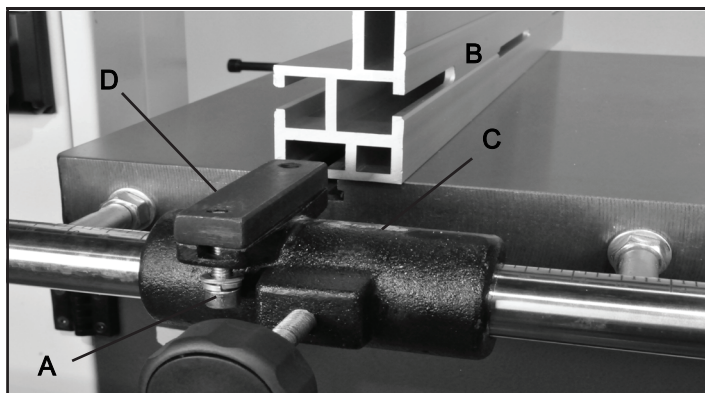

FIGURE 35
1. Desserrer les deux vis à tête hexagonale (A, Fig. 35) tenir la clôture Rip (B, Fig. 35) au transporteur de clôture (C, Fig. 35) . Faites glisser la clôture pour le retirer du bloc coulissant du transporteur (D, Fig. 35) .
3. Desserrer les deux vis hexagonaux (# 10F, Fig. 35, A) qui maintiennent le guide parallèle (# 1F) sur le support de barrière (# 6F). Faites glisser la clôture pour le retirer du bloc coulissant du transporteur (# de 5F).